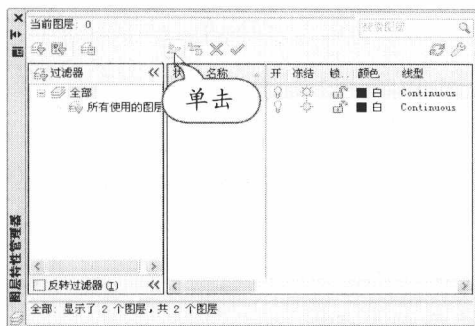

图 1-34 新建图层
STEP 01 新建图层。打开随书光盘原始文件，在菜单栏中执行“格式>图层”菜单命令，在“图层特性管理器”选项板中单击“新建图层”按钮，如图 1-34 所示。